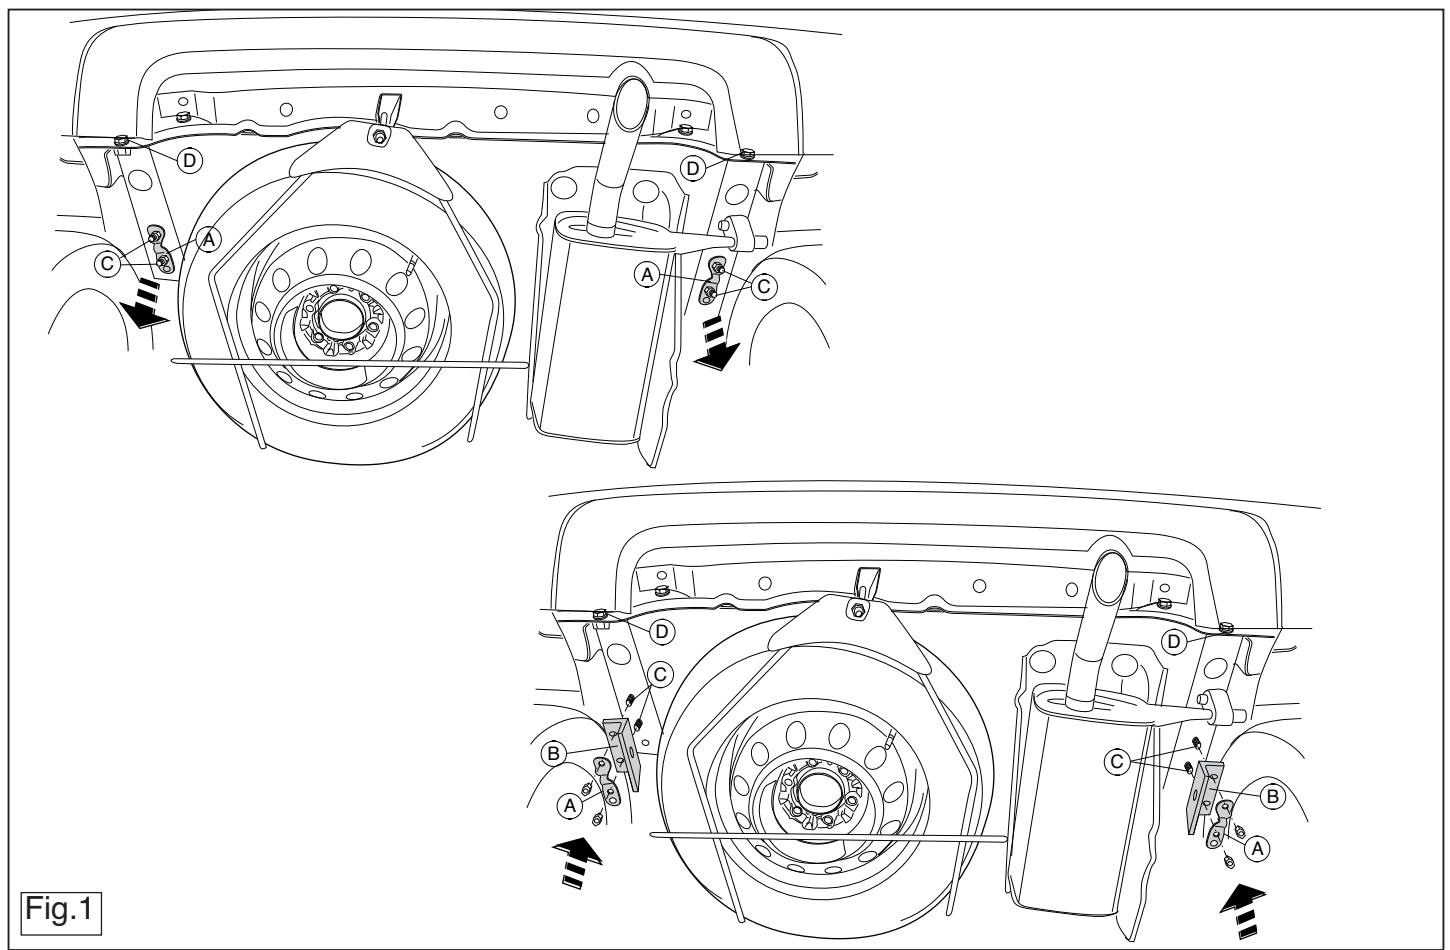

Fig.1
1. Use the two included caps to stop both ends of the tube from supports A at the left and right. See figure 1.
2. Remove if present supports A at the left and right. See figure 1.
3. Position supports B and attach them at points C, fitting the whole thing finger-tight. See figure 1.
2. Falls vorhanden die Halterungen A links und rechts abmontieren. Siehe Abbildung 1.
3. Die Halterungen B anlegen und bei den Punkten C halbfest anbringen. Siehe Abbildung 1.
2. Démonter si présents les supports A à gauche et à droite. Voir la figure 1.
3. Positionner les supports B et les fixer aux points C, monter l'ensemble sans serrer. Voir la figure 1.